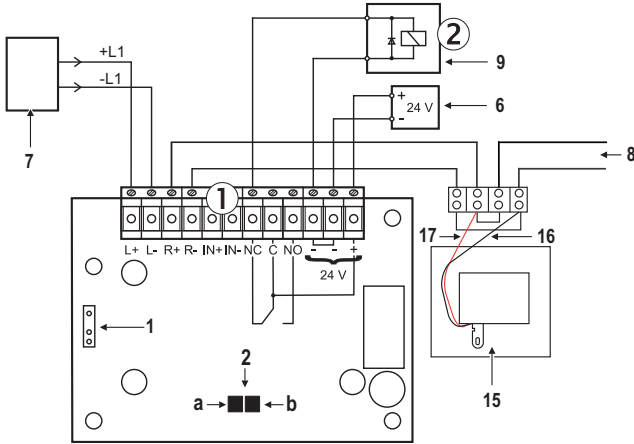

Fig. 4 Diagrama de conexiones del FC410TSM con Pulsador de rotura de cristal direccional.
- 6) Para saber sobre as configurações de cabeamento do FC410TSM, consulte as Figs. 4 e 5).